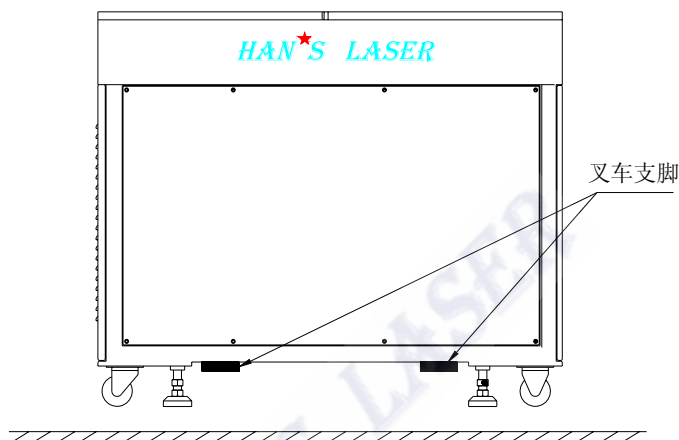

图 7-2 叉车支脚位置示意图
- 3) 裸机运输时要调整好叉车两支脚间的距离，使叉车两支脚不碰到设备脚轮。叉车支脚放置位置如图 7-2 所示：